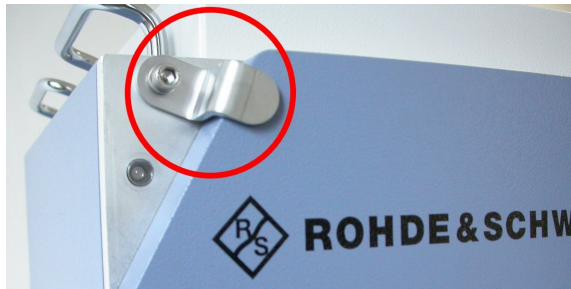

图 5-1: 金属安全闩
1. 按图 5-1 所示固定安全闩。
确保使用屏蔽箱门左上角的金属安全闩（图 5-1）固定好门以防止意外打开。